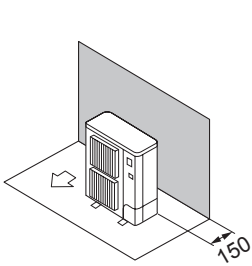

Fig. 2-7
- ① Miejsce ograniczone tylko z tyłu (Fig. 2-7)